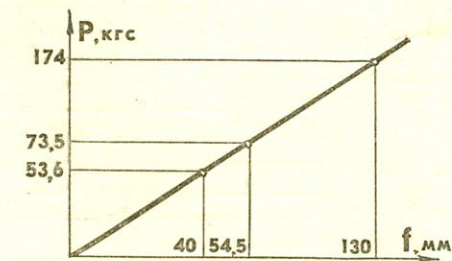

Рис. 7. График зависимости деформации пружины задней подвески  $f$  автомобиля «Минимакс» от нагрузки  $P$ .
**ЗАДНЯЯ ПОДВЕСКА.** Задняя подвеска машины «Минимакс» сделана по по схеме 2в с соотношением плеч  $R=350$  мм и  $g=230$  мм и с учетом использования витой пружины от передней подвески «Жигулей». Пружина имеет следующие параметры:  $d=13$ ;  $D=103$ ;  $n_{раб}=7,5$ ;  $L_0=360$ ; длина пружины под нагрузкой  $P=435$  кгс;  $L_{435}=232$  (см. характеристику пружины на рис. 7).